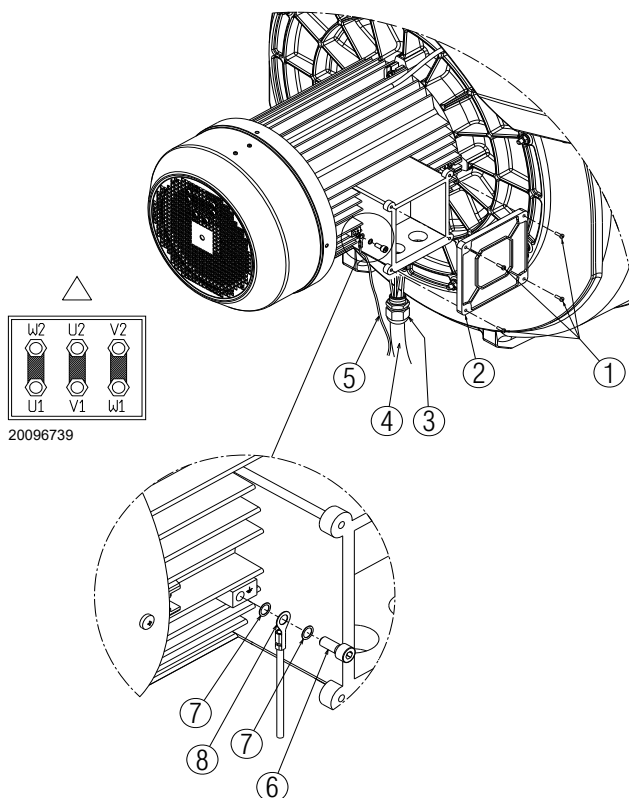

Fig. 23
- para acceder a la caja del motor, desenroscar los cuatro tornillos 1)(Fig. 23) y quitar la tapa 2).
- Realizar un control visual final y cerrar la caja del motor enroscando los 4 tornillos 1)(Fig. 23).